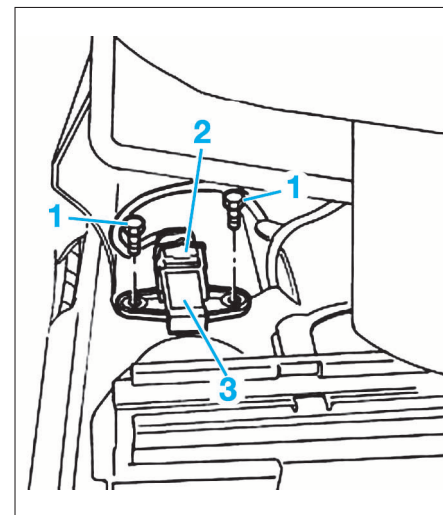

FIG. 22
- Déposer ses deux vis de fixation (1) (Fig.22).
- Débrancher le connecteur électrique (2).
- Déposer le capteur (3).